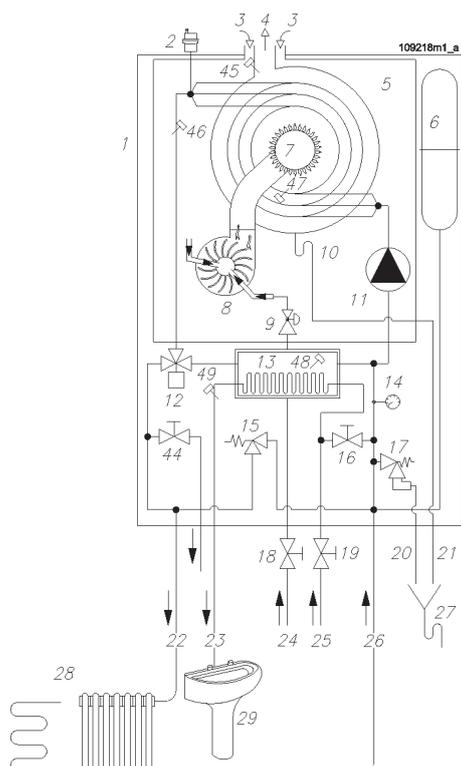

Рис. 2 Гидравлическая схема
- NOVADENS - "--". С этим котлом можно выполнить установку позволяющую производить быстро и большое количество ГСВ, а также нагревательными элементами работающими от 30°C до 80°C. пример этого типа на рис. 2
- NOVADENS -- 0834. С этим котлом можно выполнить установку для производства ГСВ по средствам пластинчатого теплообменника и систему отопления с нагревательными элементами работающими при температуре от 20°C до 45°C. Пример этого подсоединения показан на рис.2
- NOVADENS -- P0834. с этим котлом можно выполнить установку для системы отопления с нагревательными элементами, работающими при температуре от 20°до 45°C. пример этого выполнения на рис. 2.